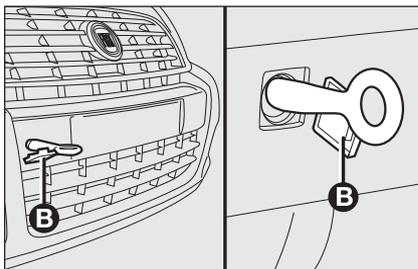

рис. 27
- снимите переднюю или заднюю крышку **В-рис. 27** при помощи отвертки из комплекта;